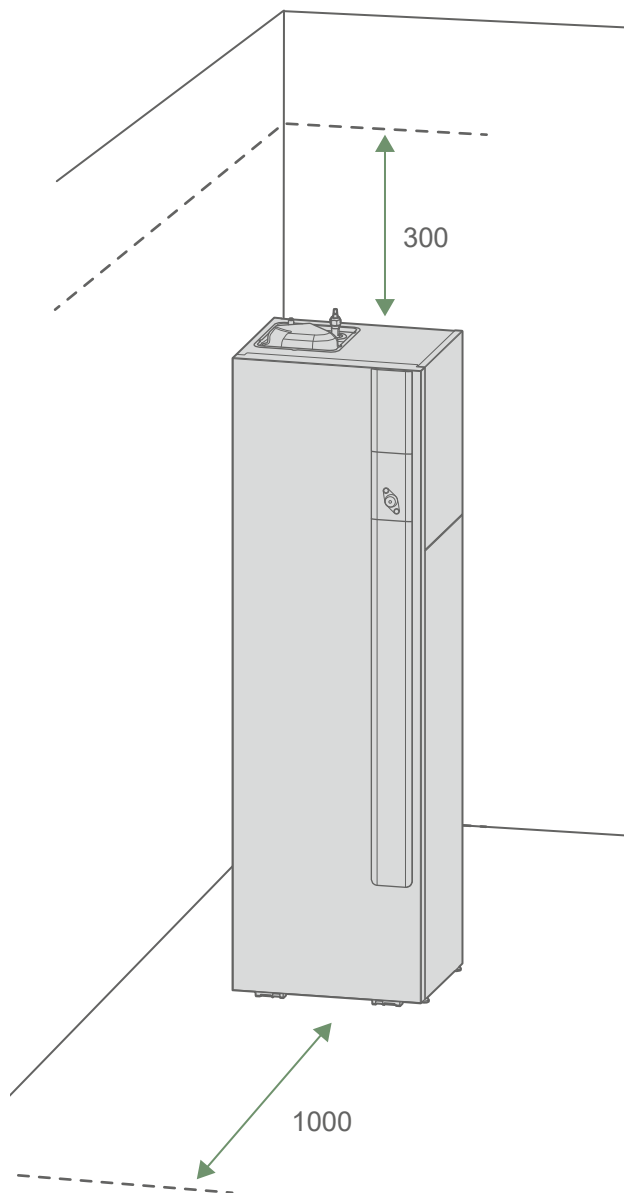

fig. 17 - Minimale vrije ruimte rond de Binnenunit voor onderhoud
- Om onderhoudswerkzaamheden te vergemakkelijken en toegang tot de verschillende onderdelen mogelijk te maken, is het raadzaam om voldoende ruimte rondom de Binnenunit () te bieden fig. 17.